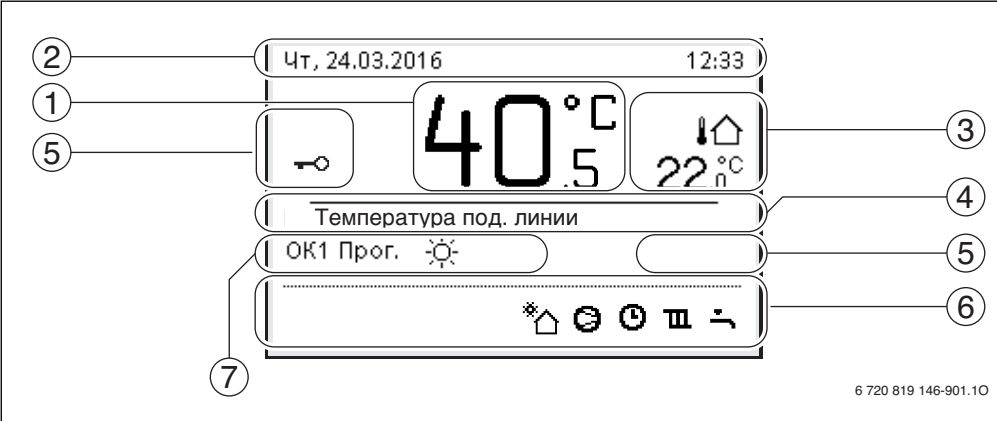

Рис. 2 Пример стандартной индикации в системе с несколькими отопительными контурами
→ рис. 2, стр. 7
Следующие описания приведены для стандартной индикации (→ рис. 2, стр. 7).
▶ Нажмите и держите нажатыми ручку регулятора и кнопку горячей воды, чтобы включить или выключить блокировку кнопок. Когда блокировка кнопок включена, на экране показан знак ключа (→ рис. 2 [5], стр. 7).